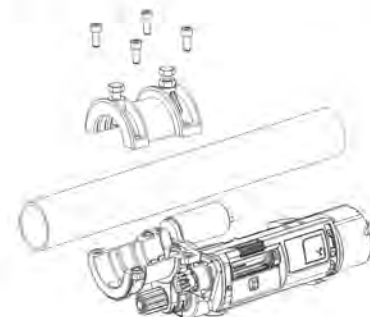

fig.8
Haremos 2 agujeros en el tubo del eje central según la (Fig. 4), uno de Ø 10 mm. para que el accionador no gire, y otro de Ø 12 mm. para el cable eléctrico, situando el accionador, prioritariamente centrado, teniendo presente que una vez instalado podamos acceder a conectar la maniobra y graduar los topes de final de carrera. Si el accionador lleva freno, haremos otro agujero en el tubo de Ø 12 mm. para pasar el cable de desbloqueo manual. Separar la polea sacando los 2 tornillos de M8x25 mediante una llave allen de 6 mm. Sacar el rodamiento de rodillos, evitar doblarlo en sentido contrario al diametro del tubo y colocarlo en un lugar limpio. Separar el soporte brida, sacando los 4 tornillos mediante la llave allen de 6 mm. Fig. (5). Atornillar el cuerpo del motor sobre el tubo de la puerta y colocar nuevamente el soporte brida roscando los 4 tornillos. Si el tubo no es de Ø 60 mm. emplear el suplemento de adaptación de Ø 48 ó Ø 42 mm Fig. (6). Atornillar completamente el tornillo exagonal M10x40 [Fig. 8 (A)] para que se introduzca en el agujero de Ø 10 mm. efectuado anteriormente. Insertar el rodamiento de rodillos en su alojamiento. Aplicar la polea acoplado de nuevo las dos piezas y roscando bien los tornillos. Atornillar el tornillo M10x40 [Fig. 8 (B), Bimotor Fig. 10 (B)] hasta que haga presión en el tubo y apretar la tuerca para bloquearlo.